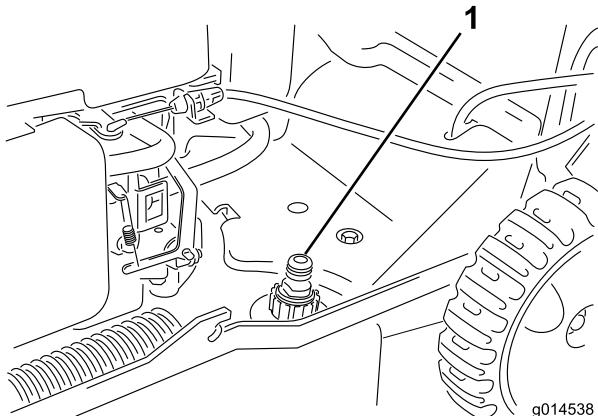

Figure 29
- Branchez un tuyau d'arrosage, relié à une arrivée d'eau, à l'embout de lavage (Figure 29).